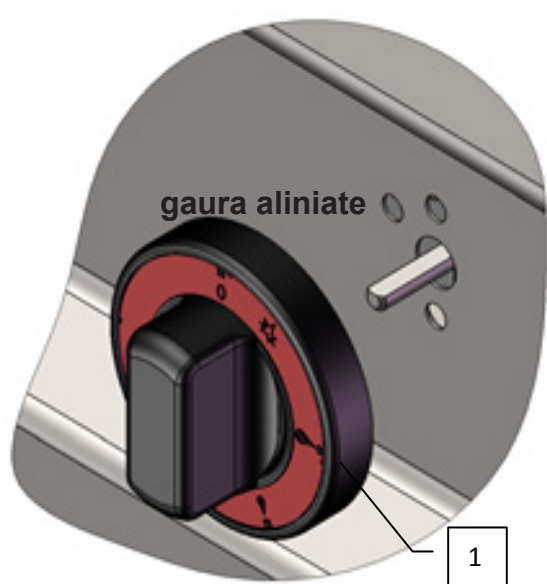

Fig. 4
- Scoateți butonul de comandă (poz. 1, fig. 4) trăgându-l spre tine
- 4) Setați sursa de aer pentru gazul relevant (fig.4) conform tabelului „DATE TEHNICE DE ARDERE“